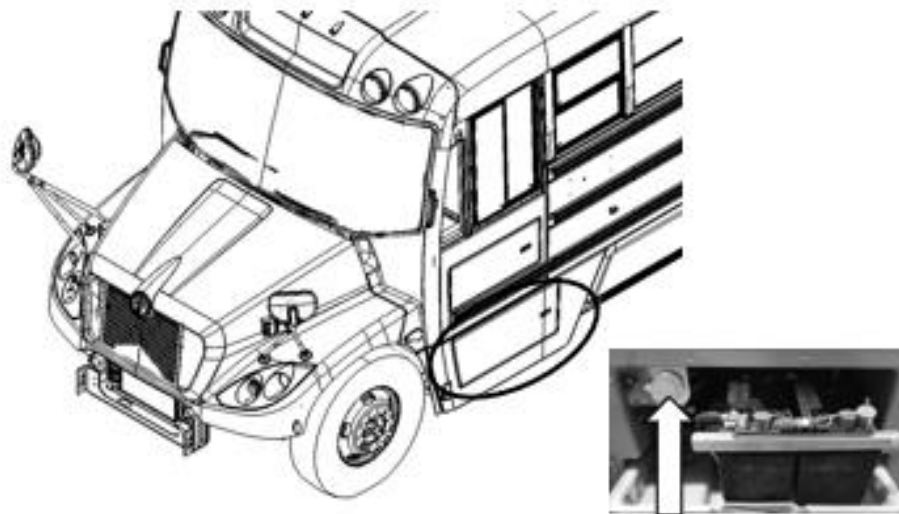

Figure 3 - Emplacement de l'interrupteur de sécurité extérieur
- Localisez l'interrupteur de sécurité extérieur, mettez-le à la position « OFF » puis cadenassez-le (Figure 3).